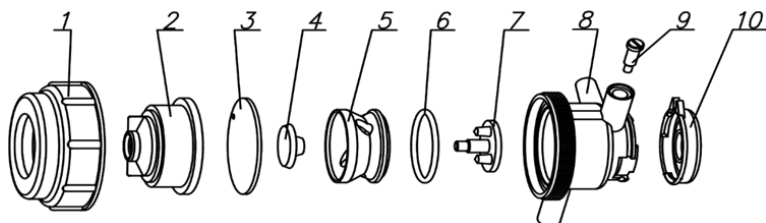

Рис.8. Устройство пульсатора ПМ
5.2.2 Пульсатор предназначен для преобразования постоянного вакуума в переменный с частотой 61 ± 5 пульсаций в минуту. Регулировка частоты производится на заводе-изготовителе. При транспортировке, эксплуатации или хранении частота пульсаций может сбиться и уйти за пределы рабочего диапазона. В этом случае регулировку можно произвести при помощи регулировочного винта 9 (рис. 8). При установке пульсатора на патрубок 3 (рис. 4) проследите, чтобы крышка пульсатора 10 (рис. 8) оказалась снизу.
При установке проследите, чтобы крышка пульсатора 10 (рис. 8) оказалась снизу. Патрубок с пульсатором наденьте на отвод крышки.
Регулировка пульсатора выполняется винтом 9 (рис. 8).
Клапан коллектора переместить в положение 1 (рис. 8). Каждый доильный стакан по очереди поставьте в вертикальное положение (головкой вверх) и, вставив в него большой палец руки, убедитесь в наличии пульсаций сосковой резины.
- откройте клапан, прижав пальцем шайбу 7 (рис. 7) к корпусу коллектора (положение 2 рис. 8);
- легким нажатием с поворотом на 90° зафиксируйте клапан коллектора в положение промывки 1 (рис. 8);